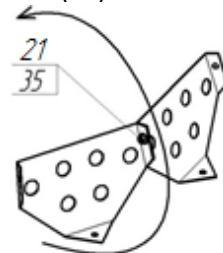

Рис. 16
3.11. Преодолевая усилие пружины (17), оттянуть фиксатор (4) вниз и повернуть емкость на удобный угол. Прикрепить лопасти (6) к емкости нижней (8) и емкости верхней (19), с помощью болтов (22), шайб (13) и гаек (35), при этом, шайбы установить с наружной стороны емкостей.
**Возможна комплектация бетоносмесителя сборными лопастями (рис. 16).** В этом случае необходимо две полу-лопасти скрепить между собой болтом (21) и гайкой (29). После установить в бетоносмеситель по направлению вращения ёмкости (указано на рис. 16 стрелкой) с помощью болтов (22), шайб (13) и гаек (35).